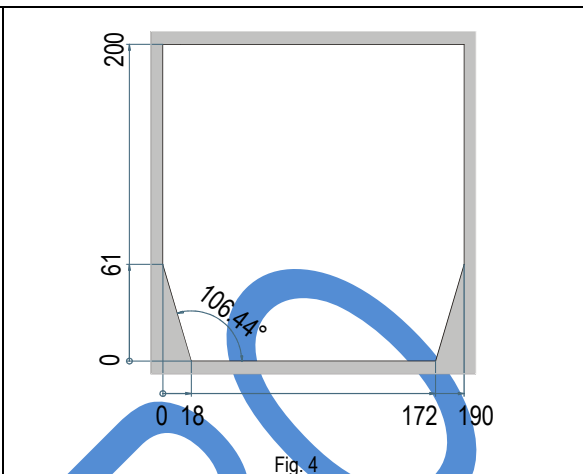
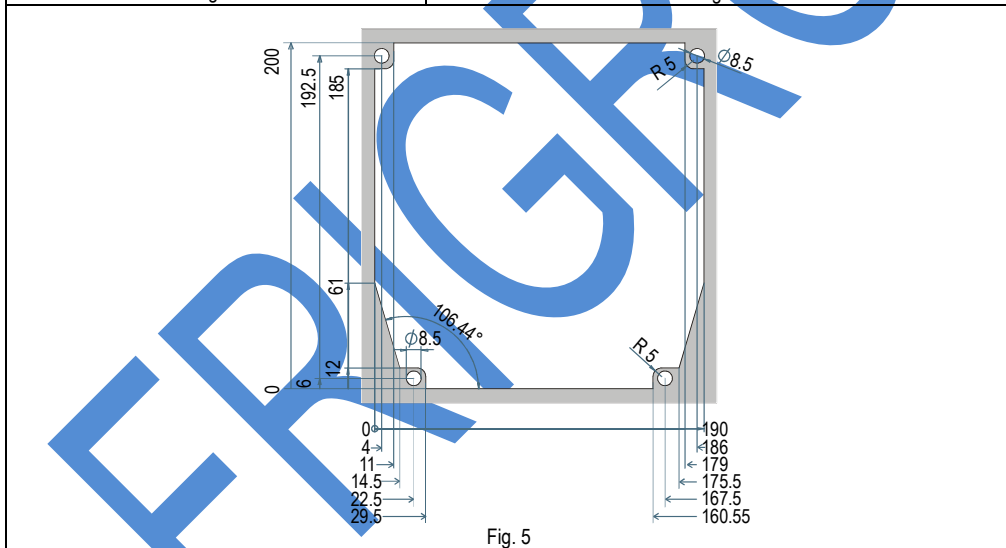

Fig. 4
Fig. 5
1. Maak een opening in de wand met afmetingen beschreven in Fig. 4 (vereenvoudigd) of Fig. 5 (volledig)